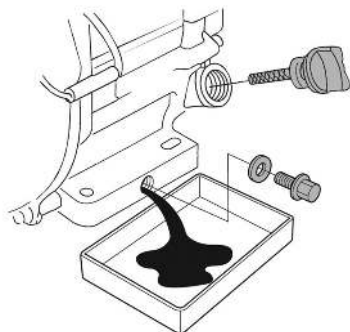

Рис. 11. Замена масла в двигателе
4. Очистите от загрязнений крышку-щуп и зону вокруг маслосливной горловины. Извлеките крышку-щуп из маслосливной горловины (Рис. 11) и протрите щуп чистой ветошью.
5. Открутите пробку для слива масла и слейте отработанное масло в подготовленную для этого емкость (Рис. 11).